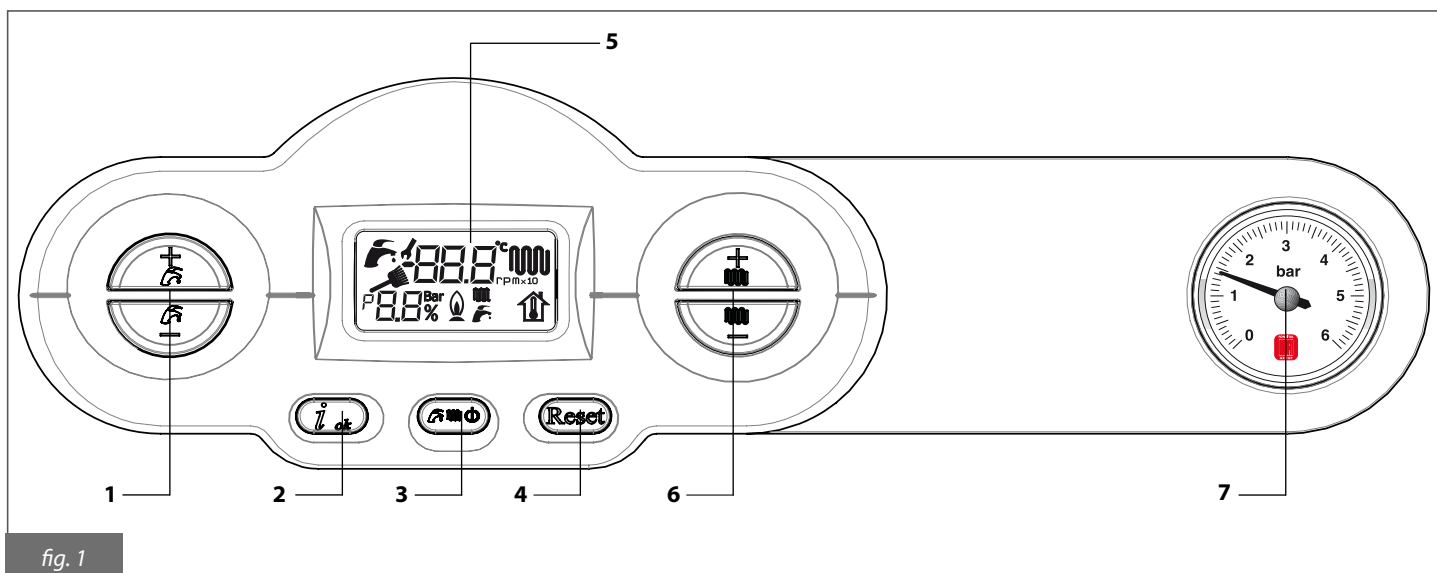

fig. 1
Luminează intermitent atunci când se reglează temperatura apei calde menajere utilizând tasta 1 (fig. 1).
Luminează intermitent atunci când se reglează temperatura apei de încălzire utilizând tasta 6 (fig. 1).
- alegeți sistemul de funcționare a centralei termice acționând tasta **3** (fig. 1): ÎNCHIS/VARĂ/IARNĂ/DOAR ÎNCĂLZIRE;
**După o perioadă lungă în care centrala termică nu a funcționat, în special în cazul centralelor termice care funcționează cu propan, este posibil să apară dificultăți în aprinderea acesteia. De aceea, înainte de a porni centrala, este bine să porniți un alt echipament alimentat cu gaz (de exemplu, aragazul). Cu toate acestea, centrala termică ar putea să se blocheze o dată sau de două ori. Prin urmare, restabiliți funcționarea acesteia apăsând tasta 4 (fig.1).**
Pentru a regla temperatura apei pentru încălzire acționați tastele **6** (fig. 1).